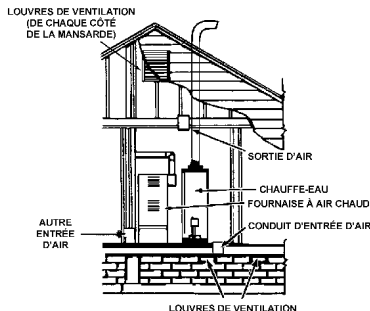

FIGURE 7
B. L'AIR EST ENTIÈREMENT TIRÉ DE L'EXTÉRIEUR DU BÂTIMENT (Voir fig. 7, 8 et 9.)
1. Chaque ouverture qui communique directement avec l'extérieur doit comporter une surface libre d'au moins 1 po² par 4 000 Btu/h (5,5 cm²/kW) de débit calorifique nominal total de tous les appareils se trouvant dans l'enceinte (fig. 7).